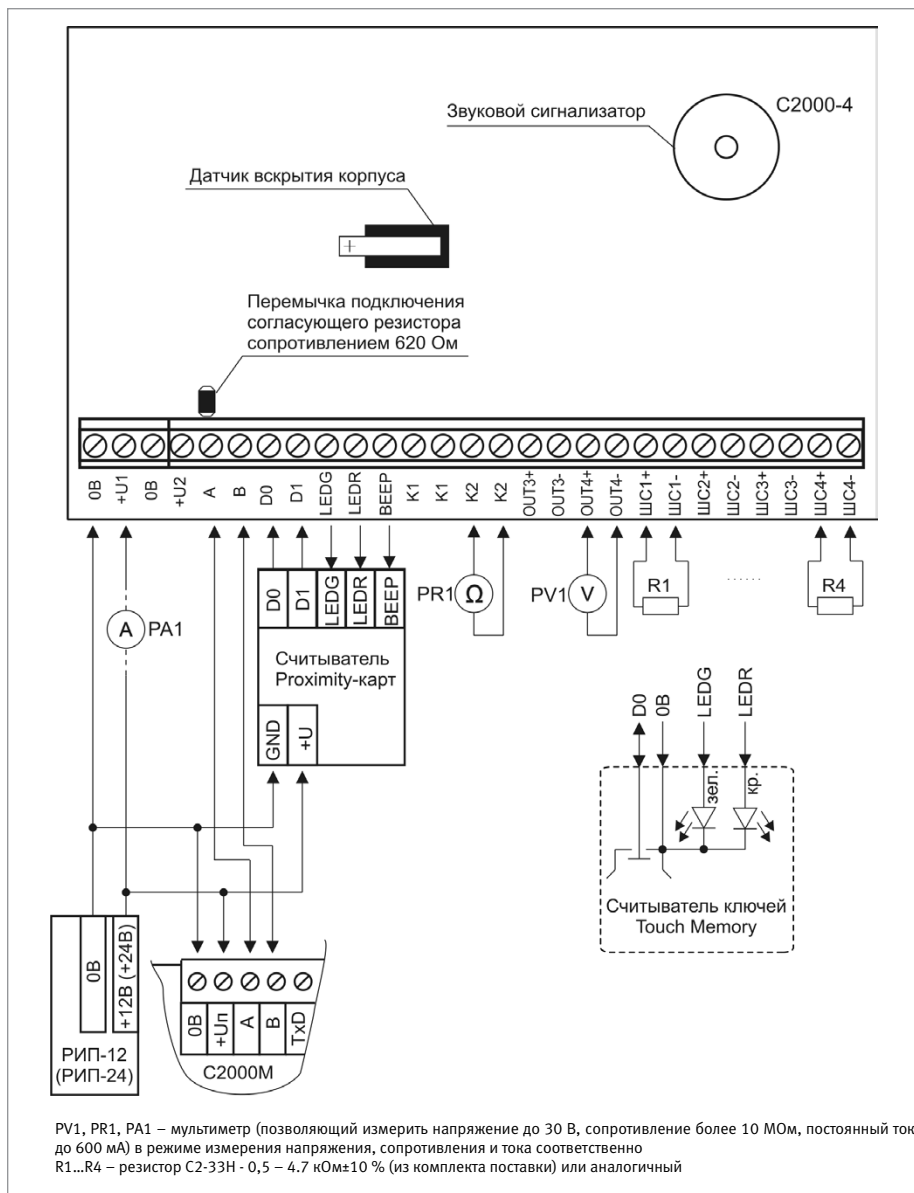

Рисунок 14. Схема подключения блока «С2000-4» при общей проверке
2.3. Подключите блок по схеме, приведенной на Рисунок 14.
2.9. После проведения общих проверок по схеме на Рисунок 14 отключите источник питания от клемм «+U1» и «0B» и подключите его к клеммам «+U2», «0B».